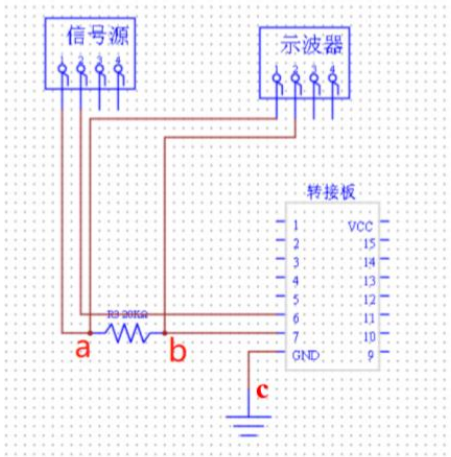

图 1-23 晶体管输入特性 2 测试原理图
输入输出信号截图（以图 1-23 中的 C 为参考点，用示波器测量 a 点和 b 点电位的波形（测量界面截图保存））
1. 按图 1-23 在 ELF-BOX3 实验台的画布区域接线自主搭建电路，信号源 CH2 直接与三极管集电极连接。设置信号源 CH2 输出 2V 的直流电，使 $U_{CE} = 2V$ ，并保持不变。直流电压的信号源设置步骤参照图 1-18。保存电路图以及截图示波器测量界面。